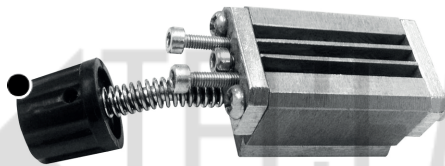

Figura 6
1. Gire o manípulo do suporte de dígitos no sentido horário para retirá-lo (figura 6).